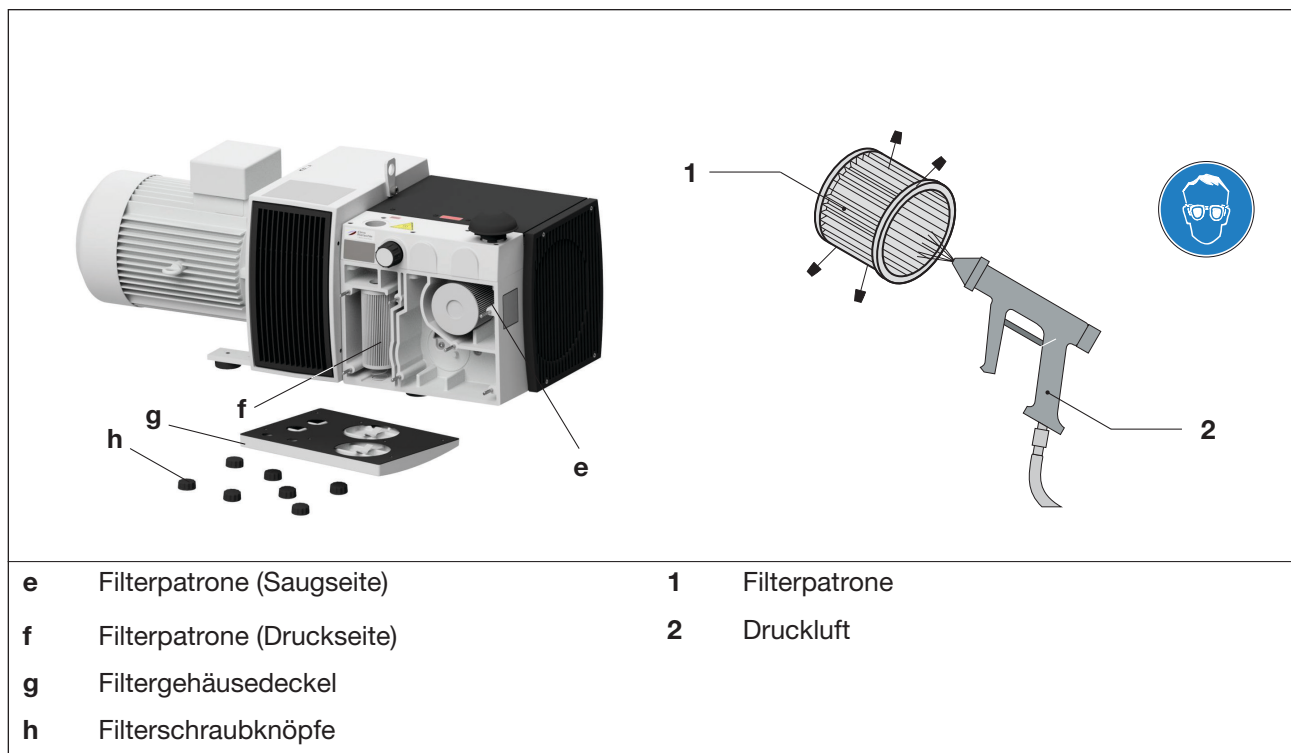

Abb. 6 Luftfilterwechsel/ Filterpatronen ausblasen
Die Filterpatronen für Saugluft (Abb. 6/e) und Druckluft (Abb. 6/f) sind monatlich oder je nach Verunreinigung öfters durch Ausblasen von innen nach außen zu reinigen. Trotz Reinigen der Filter wird sich deren Abscheidungsgrad zunehmend verschlechtern. Deshalb sollten die Filter halbjährlich erneuert werden.
- b) Den Filtergehäusedeckel (Abb. 6/g) nach Lösen der Filterschraubknöpfe (Abb. 6/h) entfernen.
- c) Entfernen Sie die Filterpatronen auf der Saugseite (Abb. 6/e) und auf der Druckseite (Abb. 6/f).
- f) Filterpatronen (Abb. 6/f/e) wieder einsetzen.
- g) Montieren Sie den Deckel (Abb. 6/g) mit den Filtereinschraubknöpfen (Abb. 6/h). Schraubknöpfe handfest anziehen.